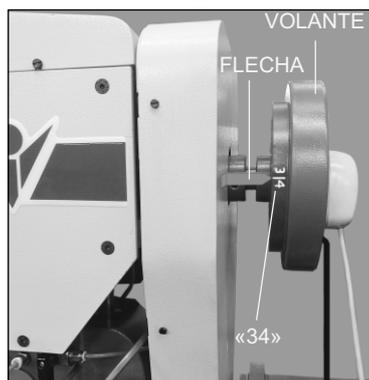

Figura 15
- ✓ Gire el volante de la máquina hasta que la flecha de referencia se coloque en el punto 34 marcado en el volante (figura 15);